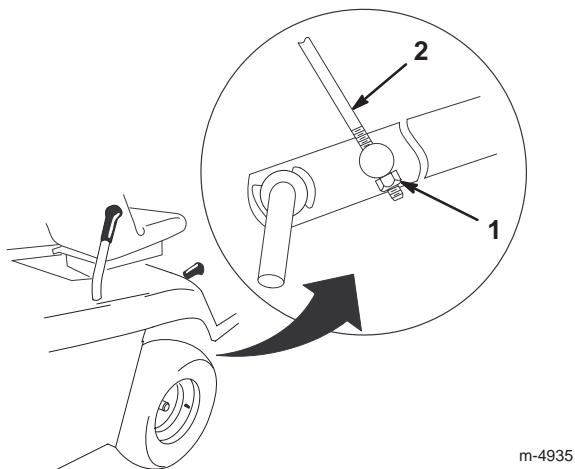

Bild 38
9. Stellen Sie die M8-Sicherungsmuttern am Ende der Höheneinstellungsstange so ein, dass die Stange etwas angespannt ist (Bild 38).